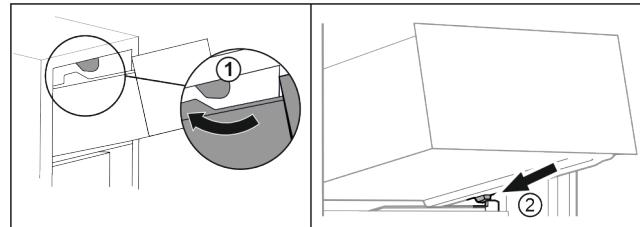

Fig. 22
- Predal speljite okrog zgornjih zaustavljalnikov. Fig. 22 (1)
- Predal postavite v poševnem položaju za spodnjimi zaustavljalniki na nastavek za posodo. Fig. 22 (2)